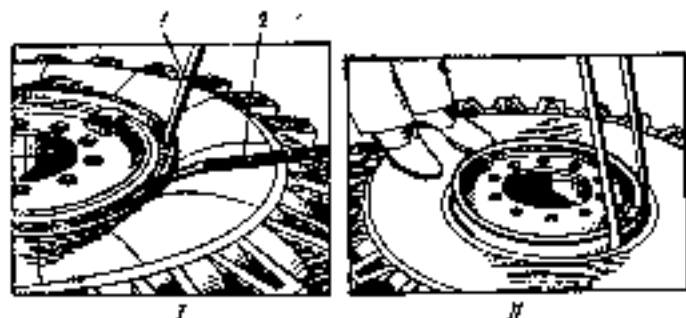

Bild 90. Demontage des Rades 254F-908.
2. Das gekrümmte hakenförmige Ende des Montierhebels zwischen dem Bordring und der Felgenschulter in die spezielle Demontagenut einsetzen. Den Bordring abwärts drücken, in den entstandenen Spalt das flache Ende des anderen Montierhebels einführen (Bild 90, 1) und den ersten Hebel herausnehmen. Am ganzen Umfang die flachen Enden beider Montierhebel nacheinander in den Spalt einstecken und den Reifenwulst abwärts über den Bordring drücken, so daß der Reifenwulst von der Felgenschulter abgetrennt wird.
zwischen dem Wulst und der Felge derart einstecken, daß sie den Wulst von innen gut greifen (Bild 90, I/I). Den Wulst nach außen drücken.